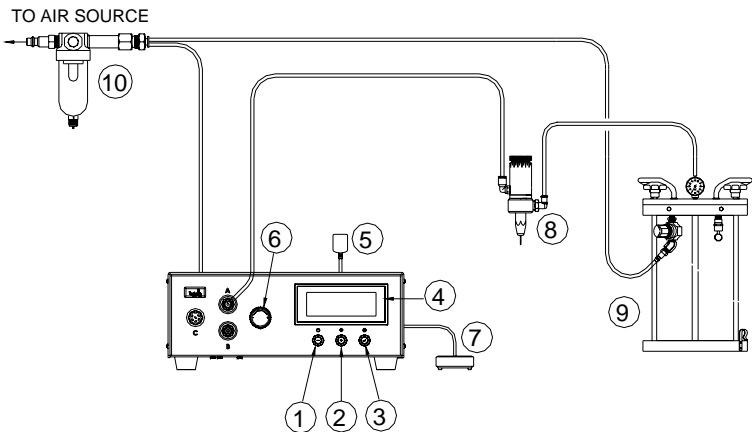
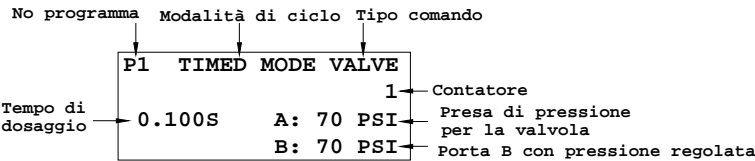

Figura 2.0
Figura 3.0
5.1.1 Allacciamento dell'unità (vedere la figura 2.0)
- Premere il pulsante di alimentazione (1) per accendere l'unità.
- Premere contemporaneamente i pulsanti della modalità (2) e di impostazione (3) finché sull'angolo superiore destro del display non viene visualizzato "VALVE" (Valvola) come mostrato nella figura 3.0.